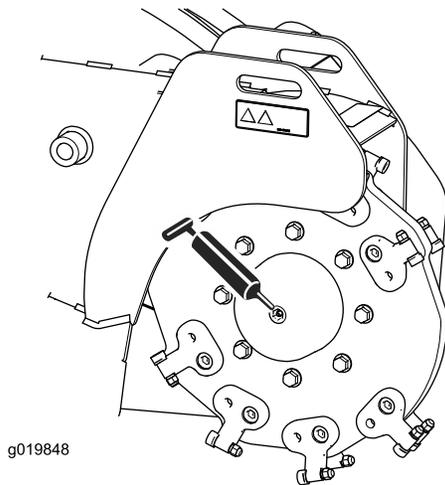
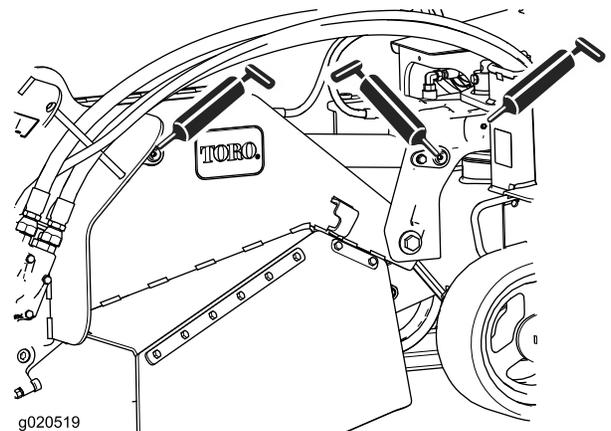

Bild 26
Bild 28
4. Setzen Sie die Fettpresse nacheinander an allen Nippeln an (**Bild 26** und **Bild 28**).